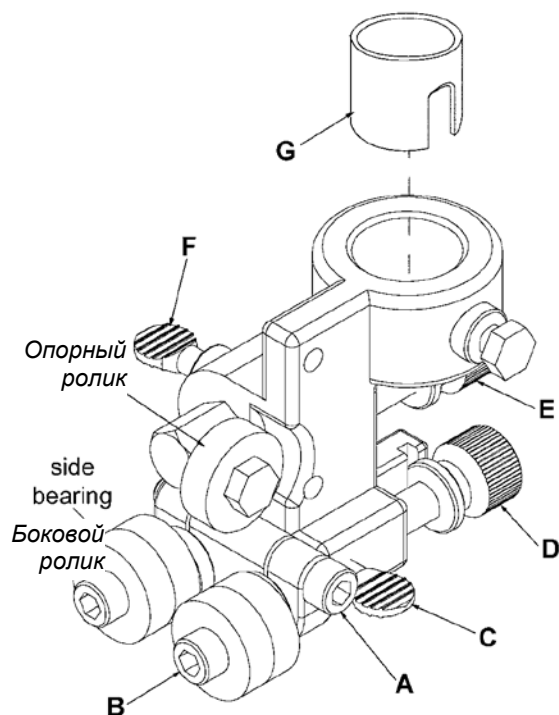

Рис. 2
Примечание: Модель ленточнопильного станка JWBS-14OS требует при этом использование втулки G, Рис. 2 (Деталь № 150214).
- См. рис. 2:
- Отрегулируйте положение опорного ролика так, чтобы он находился на расстоянии 0,08 мм (толщина бумажного листа) от задней кромки пильного полотна. Для этого ослабьте винт-барашек (F, Рис. 2) и вращением регулировочного винта (E, Рис. 2) добейтесь нужного положения опорного ролика. Затяните винт-барашек (F, Рис. 2).
- Ослабьте винт-барашек (C, Рис. 2) и вращением регулировочного винта (D, Рис. 2) добейтесь такого положения направляющих роликов, чтобы они находились сразу позади впадин зубьев пилы.
- Ослабьте винт (A, Рис. 2) и, вращением регулировочного винта (B, Рис.2) по часовой стрелке или против часовой стрелки, добейтесь такого положения бокового ролика (Рис. 2), чтобы он находился на расстоянии 0,08 мм (толщина бумажного листа) от боковой плоскости пильного полотна.
- Затяните винт (A, Рис. 2). Убедитесь, что настройки не изменились и направляющие ролики не защемили пильное полотно.